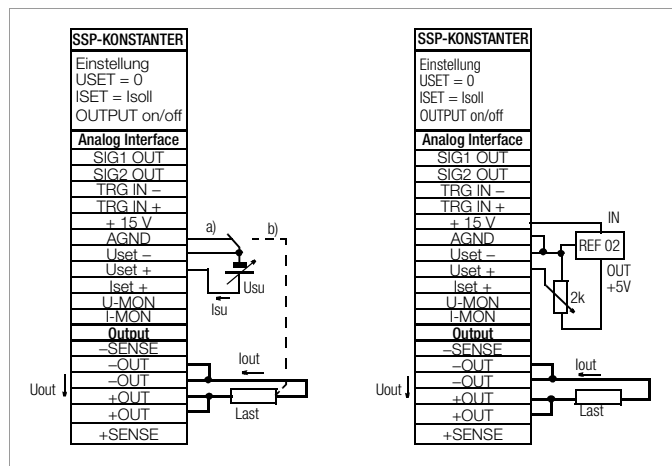

Bild 5.4 Verdrahtung für Steuerung der Ausgangsspannung durch externe Spannung / externes Potentiometer
- Liegt die Steuerspannung **Usu** mit ihrem **Bezugspunkt lastseitig auf Ausgangs-Minuspol**, muss der invertierende Eingang mit diesem Punkt verbunden werden (**Verbindung b** in Bild 5.4).
- Ist die **Steuerspannung** gegenüber dem **Ausgang isoliert**, verbinden Sie **Uset-** mit **AGND** (**Verbindung a** in Bild 5.4).
- Soll die **Ferneinstellung** der **Ausgangsspannung** mittels **Potentiometer** erfolgen, kann eine Beschaltung gemäß Bild 5.4 angewendet werden.